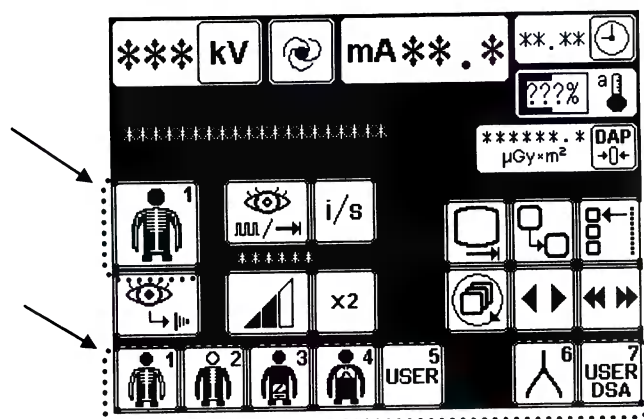

Рисунок 81
– нажмите соответствующую кнопку на панели управления стойки (см. рисунок 81);